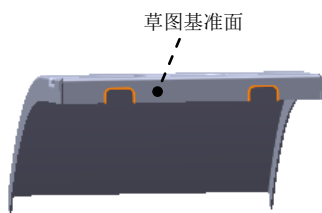

图 14.2.25 切除一拉伸 1
③ 定义法兰位置。在**法兰位置(N)**区域中单击“折弯在外”按钮 。
(4) 单击  按钮, 完成边线一法兰 2 的创建。
Step7. 创建图 14.2.25 所示的切除一拉伸 1。
(1) 选择命令。选择下拉菜单 **插入(I)** → **切除(C)** → **拉伸(E)...** 命令。
① 定义草图基准面。选取图 14.2.25 所示的表面作为草图基准面。